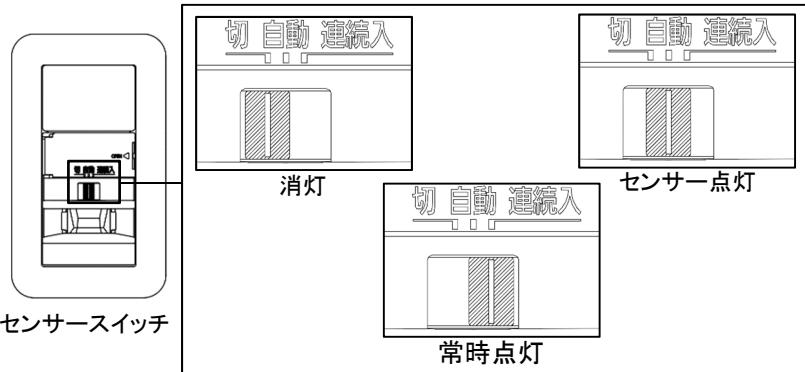

Fig. 7-3 センサースイッチモード切替
- ・壁面にセンサースイッチが取付けられており、センサー点灯、常時点灯、消灯のモード切替が可能です。(Fig. 7-3)